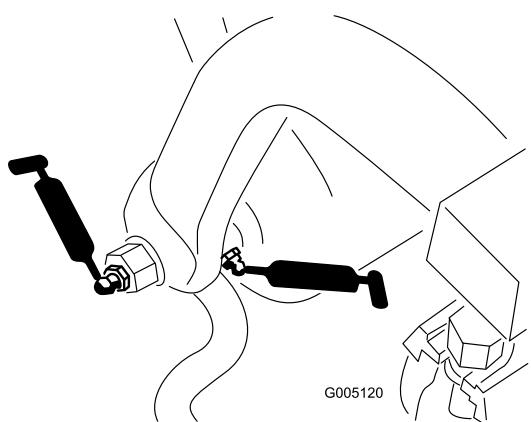

**Figura 37**
- Articulação do braço de elevação e engate da articulação (3) (Figura 37)